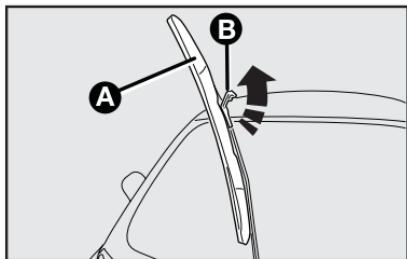

fig. 22
## Sustitución de las escobillas del limpiaparabrisas - fig. 22
- 1) Levantar el brazo A-**fig. 22** del limpiador del parabrisas;
- 2) Accionar el dispositivo de traba B-**fig. 22** de acuerdo a la flecha.